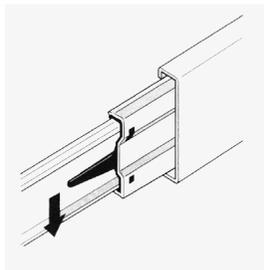
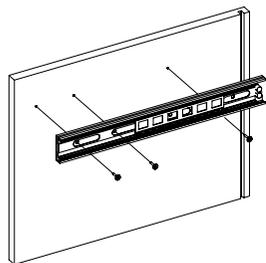

Рис.3
Рис.4
2. Отсоедините от основания телескопических направляющих внутренние планки, отогнув пластиковый рычажок фиксатора (Рис. 3). Основания телескопических направляющих закрепите на деталях 2, 3 винтами М5х8 (Рис. 4). !!! Приложите телескопическую часть отверстиями к отверстиям на боковине стола, чтобы они были отцентрованы относительно друг друга. Вкрутите винты М5х8 с помощью шуруповерта, приложив немного усилий. **Внимание:** винт М5х8 заходит с натягом для максимально плотной фиксации телескопических направляющих (Рис. 4).